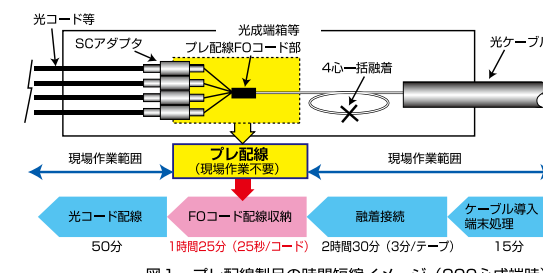

図1. プレ配線製品の時間短縮イメージ（200心成端時）
- 現場でのFOコード収納作業がない為「**施工時間短縮**」が可能です。(図1参照)